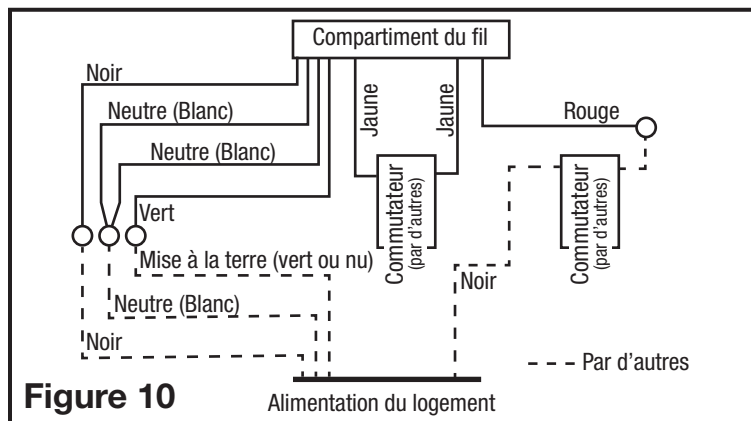

Figure 10
4. Fixez les fils électriques au logement avec une prise électrique approuvée. Pour les ventilateurs à deux vitesses, raccordés pour une ventilation continue, connectez les fils blanc du ventilateur au fil blanc (neutre) de la source d'alimentation. Connectez le fil de terre de la maison au fil vert du boîtier du ventilateur. Connectez le fil noir du ventilateur au fil noir (chaud) de la source d'alimentation. Le ventilateur fonctionnera à faible vitesse, en continu, et augmentera à haute vitesse sur une hausse de l'humidité. Utilisez un interrupteur à bascule standard duplex, correctement mis à terre (comme Leviton 5224-2W, non inclus) pour relier le fil noir de la source d'alimentation à un côté de l'interrupteur du haut et du bas. Connectez le fil rouge (lumière) du boîtier du ventilateur à l'autre côté de l'interrupteur du haut. Un interrupteur à commande manuelle (non inclus) peut être utilisé pour éteindre manuellement le ventilateur (**Figure 10**).